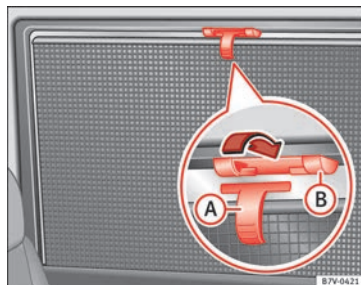

Fig. 142 En la ventanilla trasera derecha: cortinilla.
- Tire de la cortinilla por el asa saliente » fig. 142 A completamente hacia arriba.
- Para recoger la cortinilla, desenganche de arriba y bájela a mano » ①.